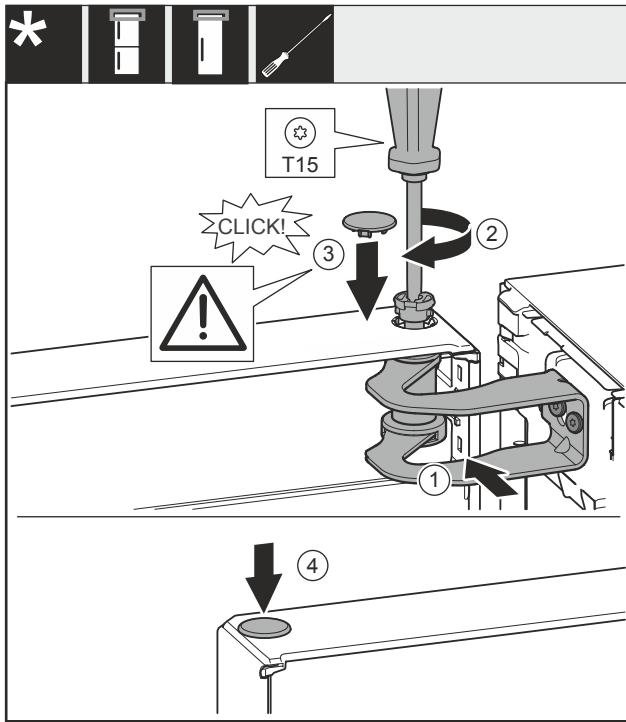

Fig. 22
- Tür zur Öffnung im Lagerbock Fig. 22 (1) ausrichten.
- Bolzen Fig. 22 (2) einsetzen und mit Schraubendreher festschrauben.
- Abdeckung Fig. 22 (3) einsetzen.
- Kontrollieren, dass die Abdeckung Fig. 22 (3) auf der Tür aufliegt.
- Abdeckung Fig. 22 (4) einsetzen.